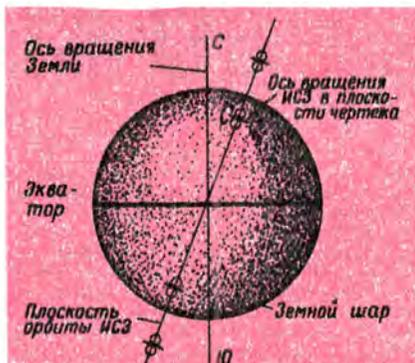

Рис. 1
1. Собственная ось вращения ИСЗ совпадает с осью передающего диполя и перпендикулярна плоскости орбиты спутника (рис. 1). В этом случае регулярных изменений сигнала не наблюдается, а уровень его зависит, главным образом, от наклонной дальности (расстояние по прямой между земной станцией и спутником) и может изменяться в пределах 9 дБ на зенитных орбитах.